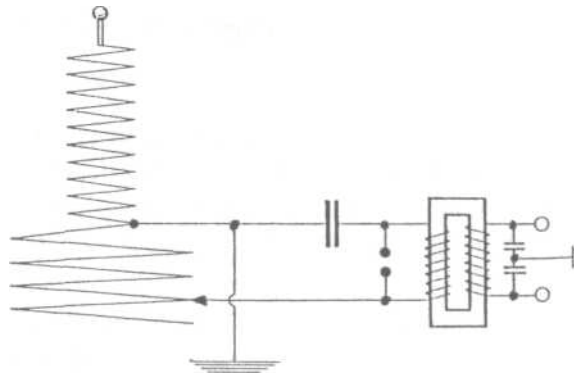

Abb. 96: Antike Schaltung eines
*Abb. 96* zeigt die antike Schaltung eines Tesla-Generators, bei dem die Funkenstrecke parallel zur Hochspannungswicklung liegt. Grundsätzlich ist es übrigens egal, ob die Funkenstrecke in Reihe oder parallel zur Primärspule liegt. Wichtig ist nur, daß beim Funkenüberschlag ein geschlossener Schwingkreis vorliegt.